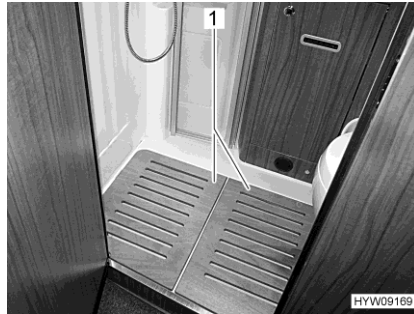

Fig. 216 Inserto de parrilla ducha (ejemplo)
- Antes de ducharse, sacar el inserto de parrilla ducha (Fig. 216,1) de la ducha.